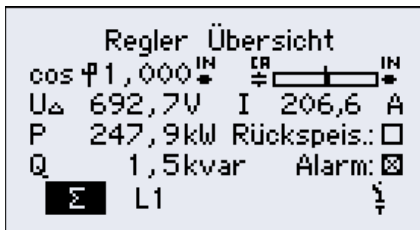
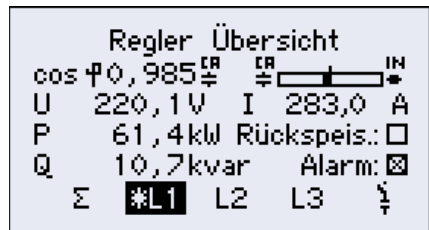
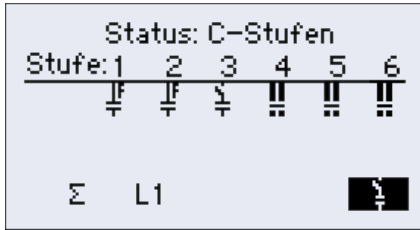
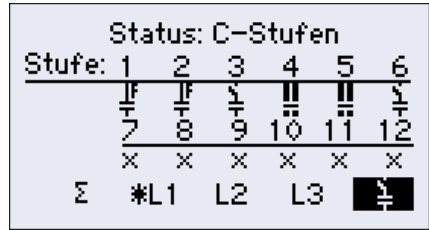

Abbildung 26 Regler Übersicht L1 (1-phasig)
Abbildung 27 Regler Übersicht L1 (3-phasig)
Abbildung 28 Status C-Stufen
Abbildung 29 Status C-Stufen
Bei Gerätetypen mit dreiphasiger Messung ist die mit einem „Stern“ angezeigte Phase die Phase auf die, der PQC regelt, siehe [Abbildung 27 und Abbildung 29]. Soweit die Autoinbetriebnahme abgeschlossen ist, gelangt man in die Regler Übersicht. Mit Betätigung der Taste „ESC“ gelangt man wieder in das Hauptmenü. Bei Gerätetypen mit einer einphasigen Messung wird immer L1 als geregelte Phase angezeigt, unabhängig in welcher Phase der Strom tatsächlich gemessen wird, siehe [Abbildung 26 und Abbildung 28].
**Zu Abbildung 28 Status C-Stufen (1-phasig, 6-stufig)**